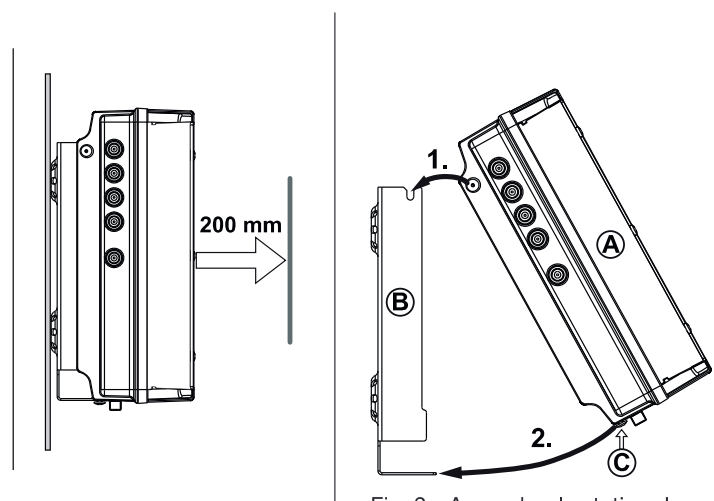

Fig. 3: Accrocher la station de tête
1. Montez le support mural à l'horizontale sur la surface de montage ; voir ② sur la Fig. 3. Important :
2. Accrochez la station de tête ① dans le support mural ② ; voir Fig. 3.
3. Serrez la vis ③.